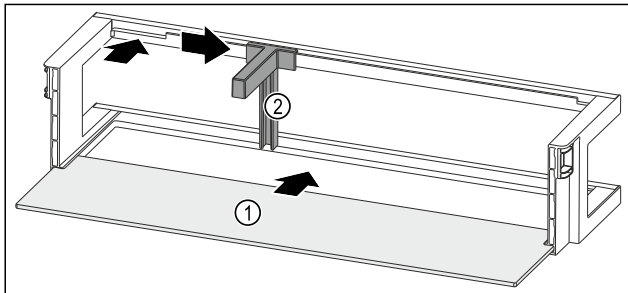

Fig. 232 Türabsteller mit Abstellfläche
- ▶ Abstellfläche Fig. 232 (1) in die seitlichen Aussparungen einschieben.
- ▶ Flaschenhalter Fig. 232 (2) in die Aussparung einsetzen.
- ▶ Flaschenhalter Fig. 232 (2) in gewünschte Position zur Seite schieben.